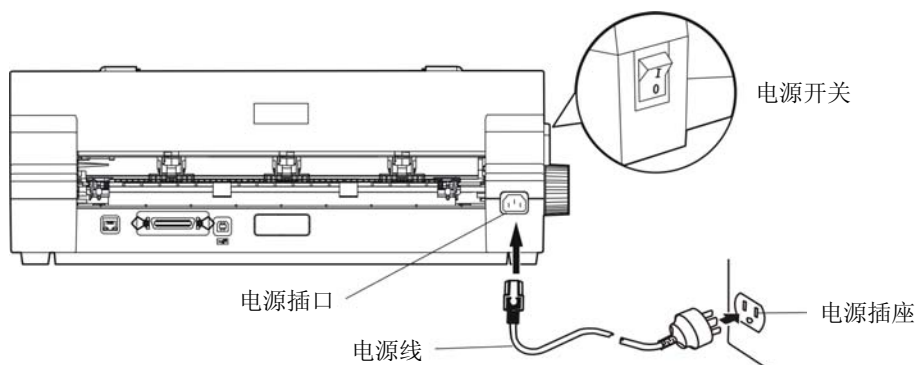

图 2-14 连接打印机电源
1. 如图 2-14 所示，确保打印机为关机状态（当开关被按下的一侧在“O”标注处时为关机状态）。